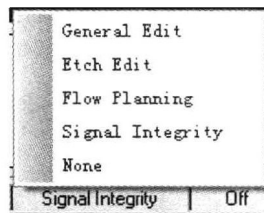

图 1-4-4 Cadence 16.5 状态栏设置工作模式
3) **状态栏功能更新** 新版本中可以通过单击状态栏的某一区域实现某种功能。例如, 在状态栏点选模式区域, 即可切换到其他模式, 如图 1-4-4 所示。